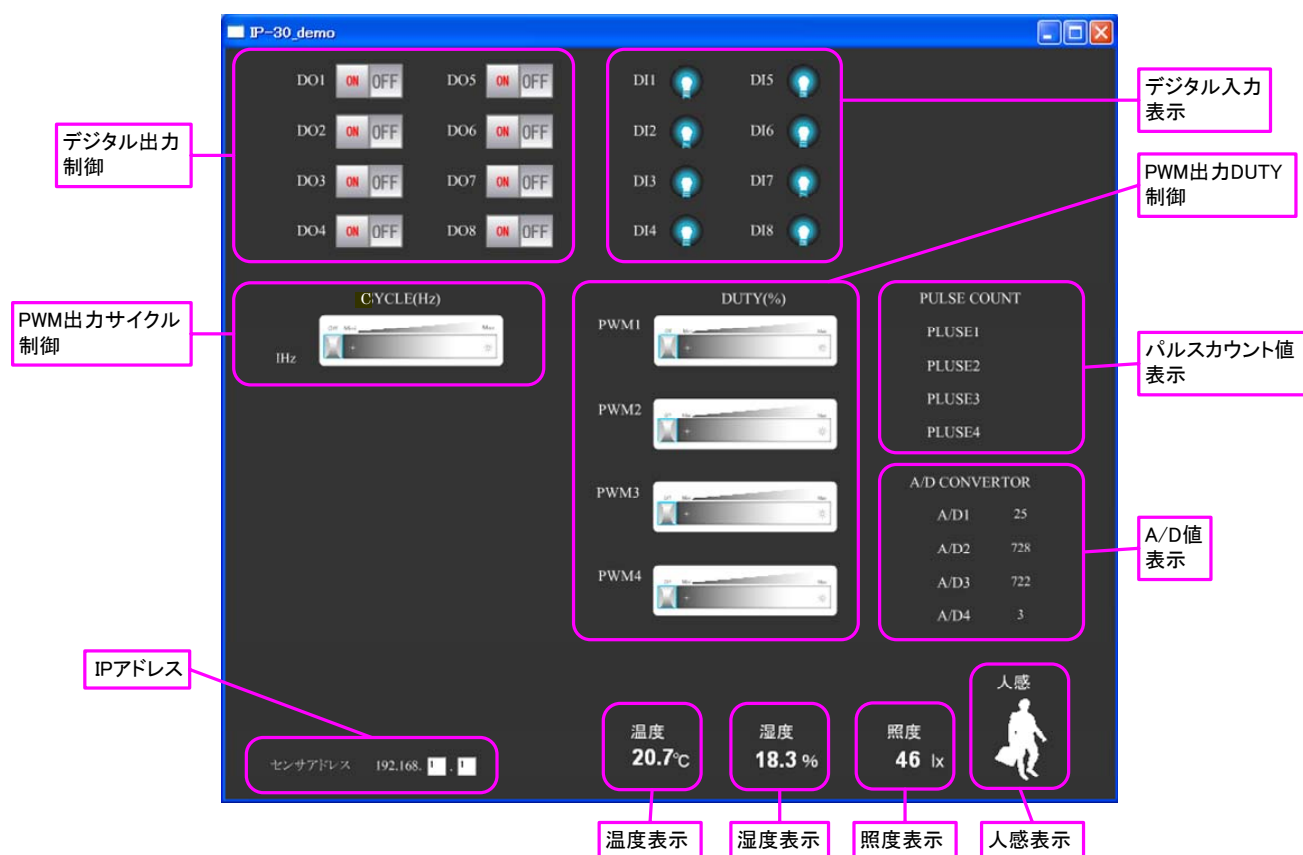

図 4-12 サンプルプログラム実行画面
3. サンプルプログラムが起動し、実行画面（図 4-12）が表示されます。